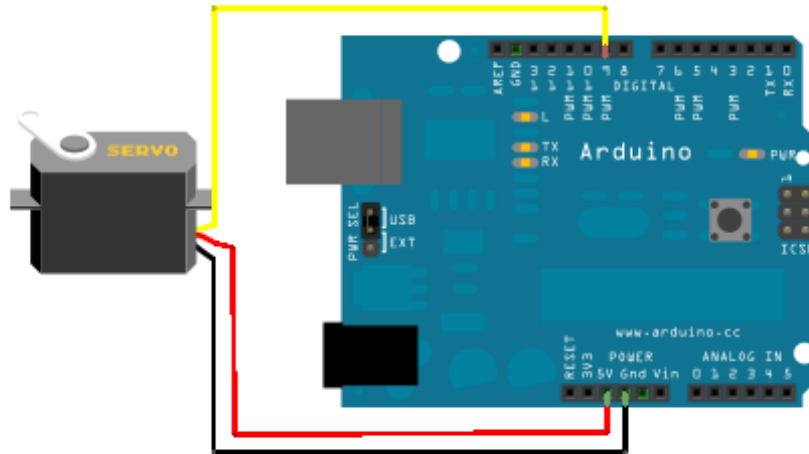

Рисунок 5.5 - Підключення сервопривода малої потужності до мікроконтролерної плати Arduino Uno
1. Складіть схему за рис. 5.5, використовуючи сервопривод SG90.